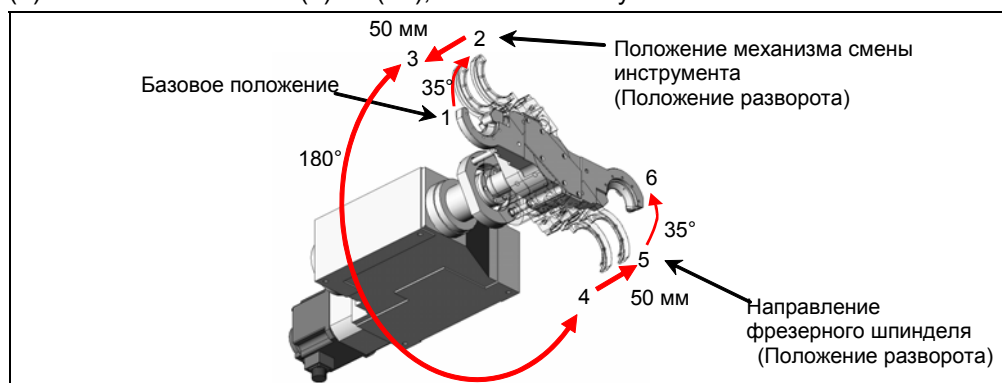

Рис. 5-28
(1) Если подсветка пункта меню **[ATC COVER OPEN] (ПЕРЕГОРОДКА УСТРОЙСТВА АСИ ОТКРЫТА)** в первом меню устройства АСИ не горит, нажать кнопку меню.
(2) Выполнить шаги с (9) по (18), описанные в пункте К.
- O. Для останова руки устройства АСИ в базовом положении (смотрите Рис. 5-28)(магазин вместимостью 72 инструмента)**